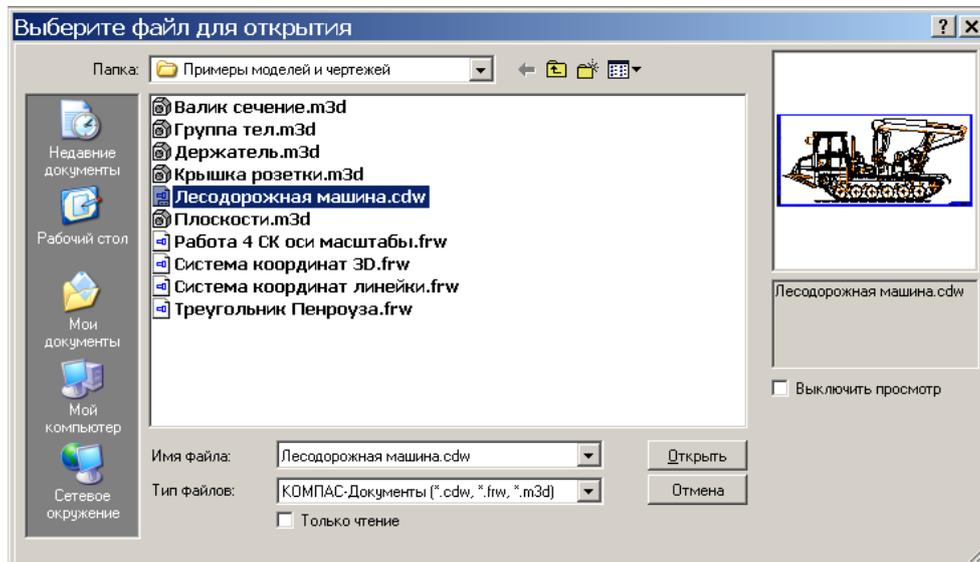

Рис. 1.22.
- 2) установите в поле **Тип файлов** маску - ***.cdw** (**cdw** – расширение файла чертежа), а затем в списке файлов найдите и откройте файл с деталью **Лесодорожная машина.cdw** (рис. 1.22).